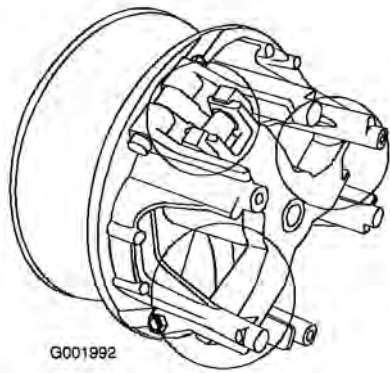

図 54
5. 図 54で○で囲んで表示している部分の可動部にToro 潤滑剤（Toro 代理店で購入可能）をスプレーする。